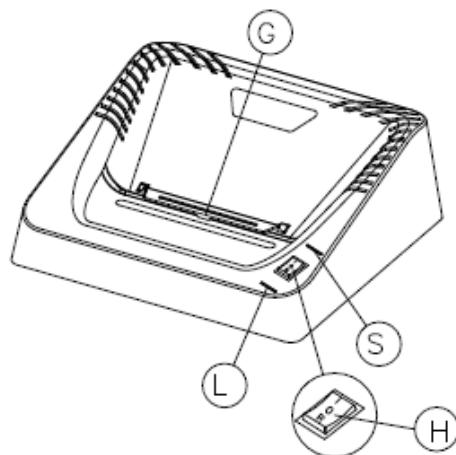

Fig.2
### USO DELL'APPARECCHIO Fig.2
di credito sono muniti di sportellino di protezione (G) Fig.2 che deve essere mantenuto ruotato verso la parte posteriore dell'apparecchio durante la distruzione di carta e deve essere ruotato verso il fronte dell'apparecchio durante la distruzione di CREDIT CARD –CD-ROM/DVD, perché mantiene guidati i supporti ottici nell'area di azione delle fotocellule e protegge l'operatore da eventuali frammenti di plastica.
### HOW TO USE THE SHREDDER Fig.2
The machines suitable for shredding CDS/DVDS and credit cards come with a protective door (G) Fig. 2 which must be rotated to the back of the machine when shredding paper and must be rotated to the front when shredding CREDIT CARDS-CD-ROMS/DVDS, because it guides the optical material within range of the optical eyes cells and protects the operator from any plastic fragments.